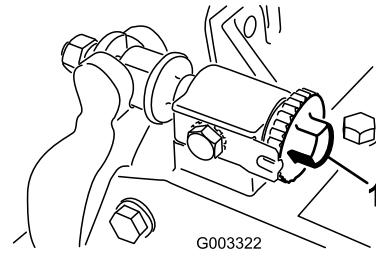

Figura 26
1. Allentate il contatto cilindro/controllama ruotando le manopole di regolazione della controllama (Figura 26) in senso antiorario finché non vi sarà più nessun contatto.